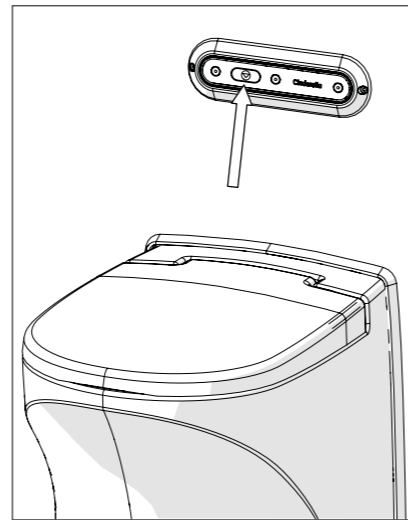

Abbildung 3
6. Drücken Sie die Starttaste (Abbildung 3). Wenn sich die Luke schließt, beginnt die Verbrennung. Die Toilette ist wieder bereit für einen neuen Besuch.